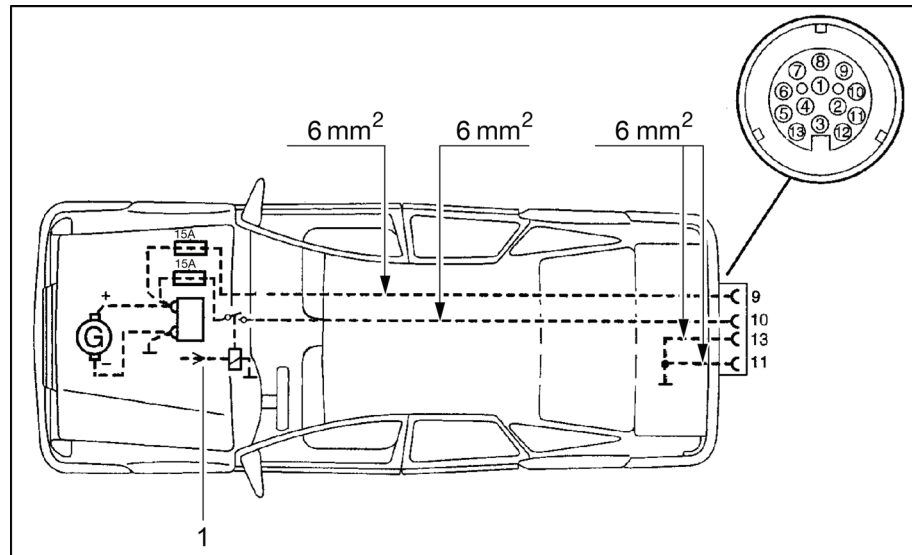

Bild 95 Zugwagen-Installationsplan
- ▷ Das Zugfahrzeug mit den entsprechenden Kabelquerschnitten und einem Relais für die Stromversorgung (gesteuert über Zündung) nachrüsten (siehe Bild 95).